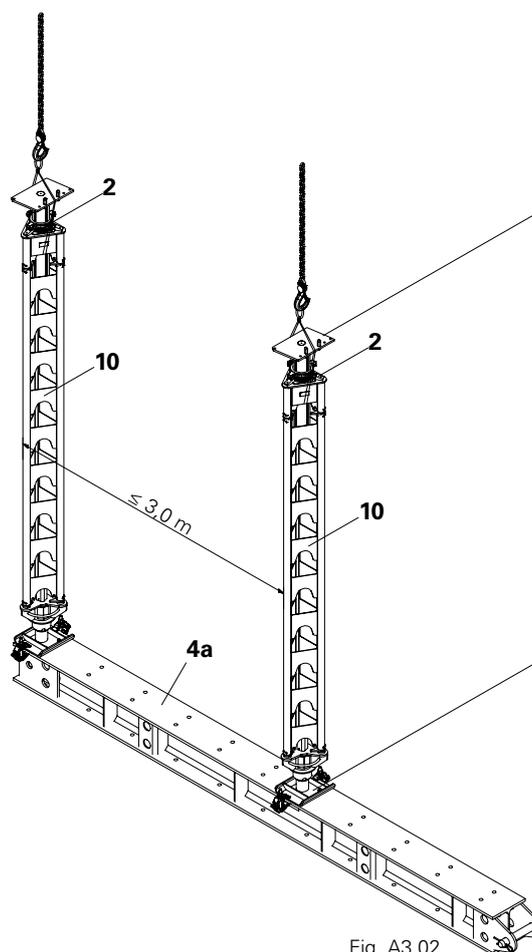

Fig. A3.02
6. Placer les étais HD prémontés sur la poutre inférieure. Centrer à l'aide de vis de centrage (2.2) ou en mesurant. (Fig. A3.02)